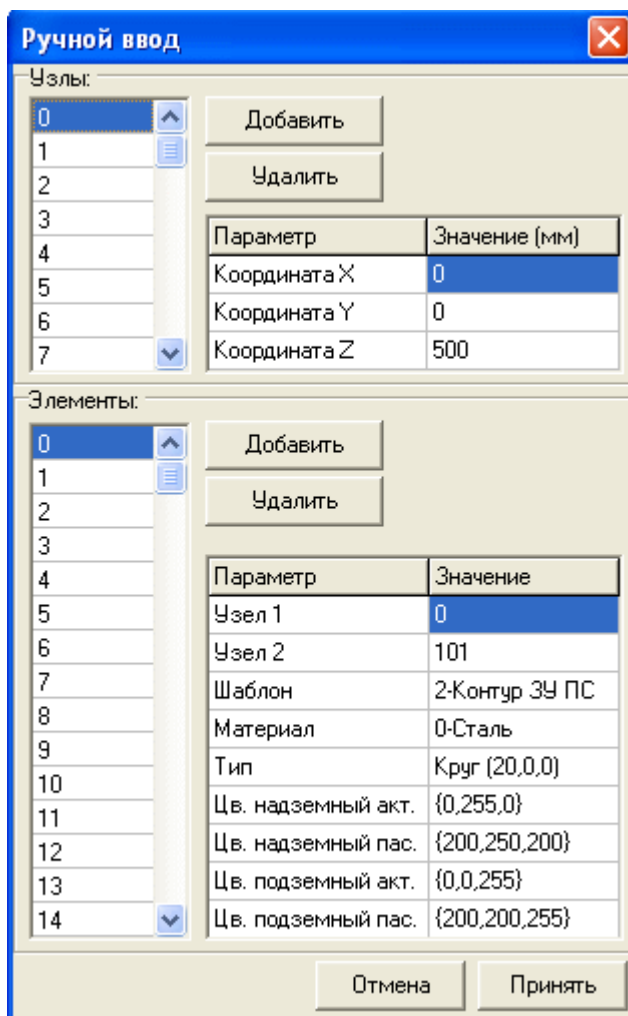

Рис. 3-9. Окно «Ручной ввод».
- **Ввод по координатам.** Этот пункт меню вызывает диалоговое окно ручного ввода параметров узлов и элементов модели ЗУ (Рис. 3-9). Это диалоговое окно имеет две панели управления: «Узлы» и «Элементы».